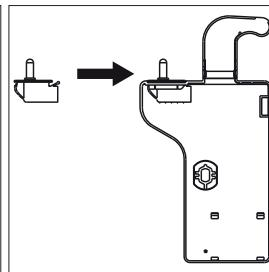

Fig. 4
- ▶ Montér dørkontakten i hængselsafdækningen (27) fra tilbehørspakken, ved at du klipser dørkontakten på (fig. 4). Læg hængselsafdækningen et sikkert sted til senere anvendelse.